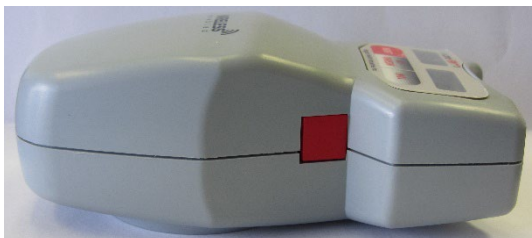

Figure 3 : Interrupteur de défilement de l'inclinomètre
- Interrupteur de défilement de l'inclinomètre : bouton rouge situé sur le côté du dispositif. En mode de test inclinomètre, ce bouton sert à saisir et faire défiler les relevés d'angle (voir la figure 3).